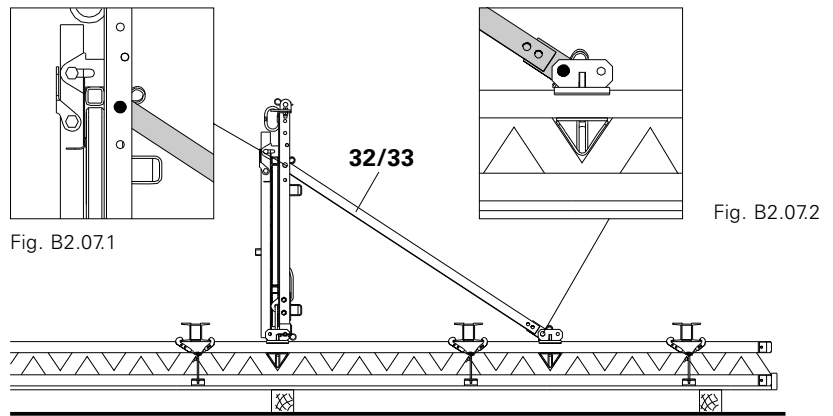

Fig. B2.07
5. Desconectar la regleta de la perforación superior de la conexión de plataforma. (Fig. B2.07 + B2.07.1 + B2.07.2)